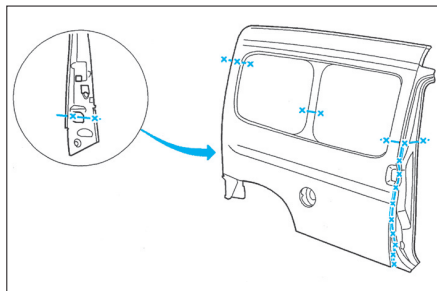

FIG. 77
- Tracer puis découper à l'aide d'une scie (Fig.77).